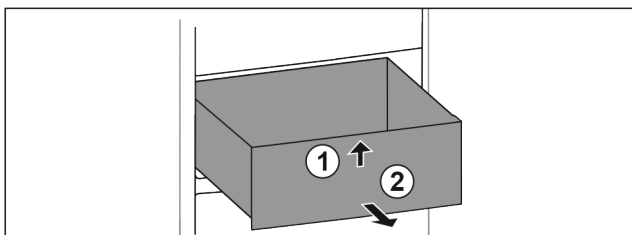

Fig. 68
- ▶ Lade aan de voorkant optillen. Fig. 68 (1)
- ▶ Lade naar voren toe verwijderen. Fig. 68 (2)